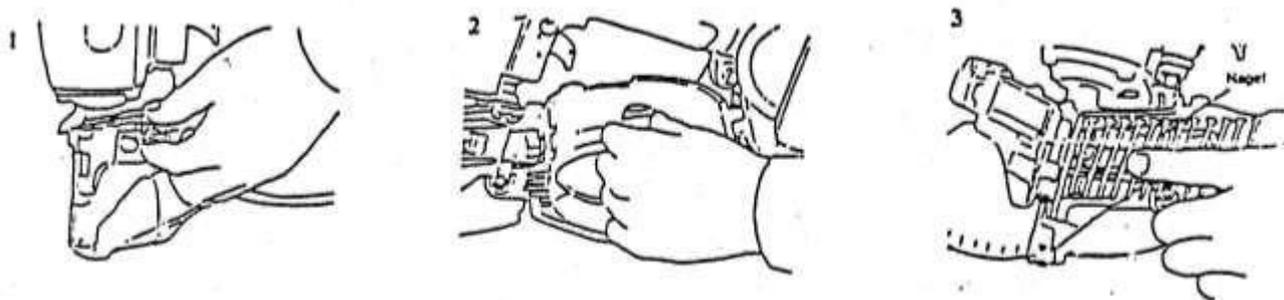

Рис. 2
Загрузка магазина: Откройте крышку носика (капот) и крышку магазина для гвоздей, как показано на картинке (1) Рис. 2. Установите регулируемую площадку в нужное положение в зависимости от длины используемых гвоздей (2). Вставьте ленту гвоздей в магазин, подайте гвозди вперед так, чтобы первый находился между зубцами подающего механизма (3). Затем закройте крышку магазина и крышку носика (капот).